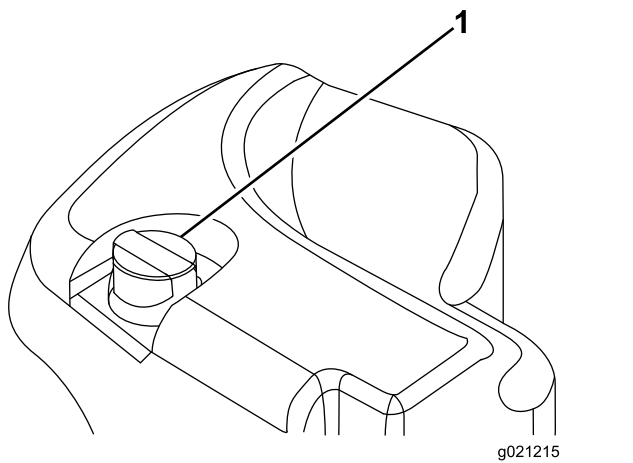

Figura 67
2. Pulite attorno al collo del bocchettone e del tappo del serbatoio idraulico (Figura 67).